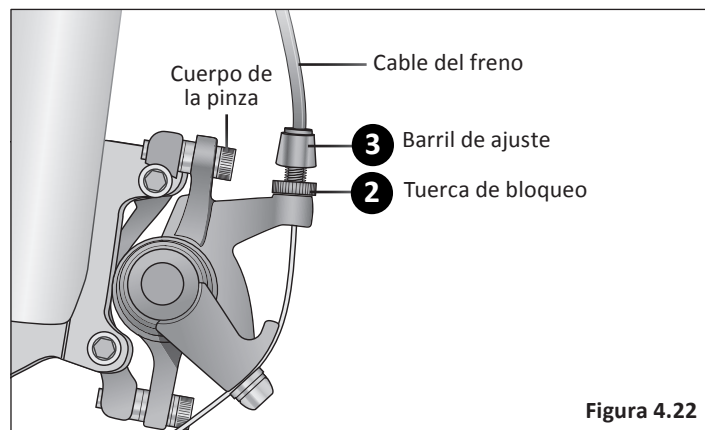

Figura 4.22
- 2 En el cuerpo de la pinza o maneta de freno, afloje ligeramente la contratuerca que está al lado del barril de ajuste. **Figura 4.22**
- 1 Temblores:** Apriete el freno delantero y empuje el manillar atrás y adelante, adelante y atrás. O, si la bicicleta está en un soporte de montaje y se ha quitado la rueda delantera, empuje y tire de las horquillas. Si siente una sensación de golpeteo o "sonido metálico" significa que el juego de dirección está demasiado flojo. **Figura 4.22**